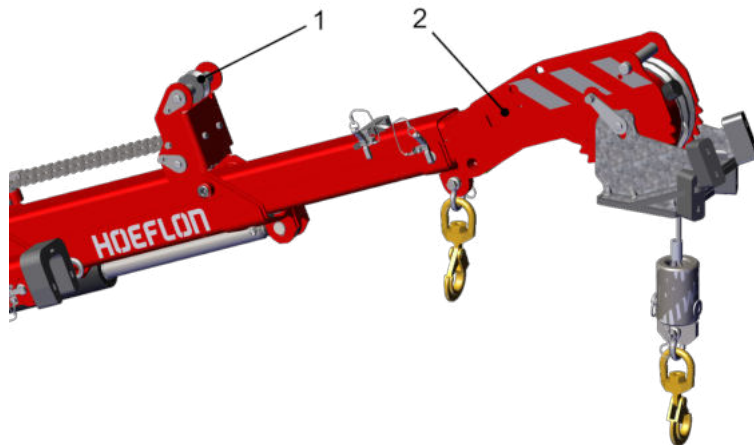

Figure 4.11 Installer le câble
4. Passez le câble sur les poulies à câbles de la flèche (1). Contrôlez si le câble est bien guidé sur les poulies dans la tête du treuil (2) (voir *Figure 4.11*).